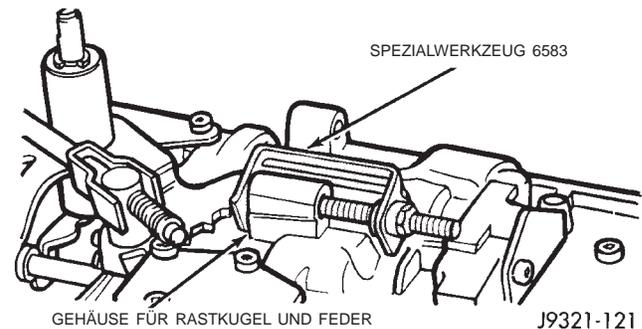

Abb. 41 Rastkugel mit Feder mit Haltewerkzeug fixieren
(4) Rastkugel mit Feder mit Haltewerkzeug 6583 fixieren (Abb. 41).